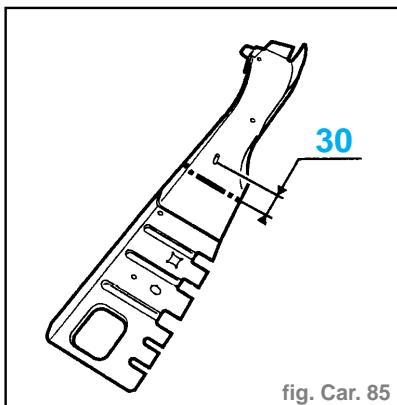

fig. Car. 85
- Tracer puis découper la semelle centrale de brancard à l'aide d'une meule épaisseur **1 mm** (coupe définitive) (fig. Car. 85).